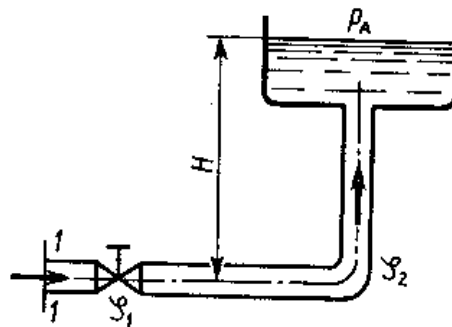

Рис.4
11. Определить расход в трубе (рис.4) для подачи воды (вязкость $\nu = 0,01$ Ст) на высоту $H = 16,5 \text{ м}$, если диаметр трубы $d = 10 \text{ мм}$; ее длина $l = 20 \text{ м}$; располагаемый напор в сечении трубы перед краном $H_{\text{расп}} = 20 \text{ м}$; коэффициент сопротивления крана $\xi_1 = 4$, колена $\xi_2 = 1$. Трубу считать гидравлически гладкой.